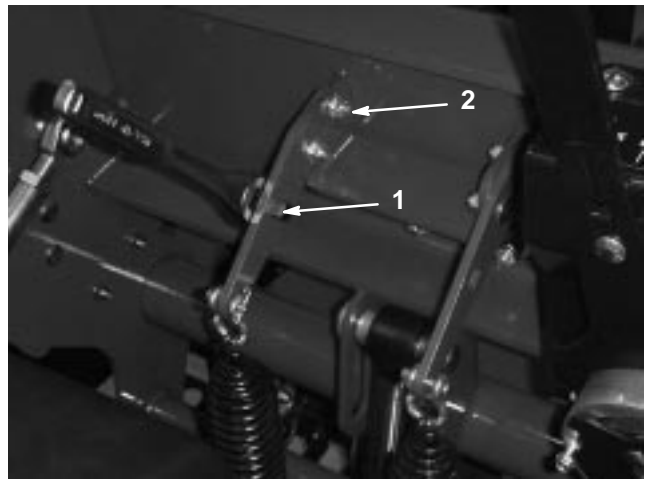

Bild 38
2. Setzen Sie einen 1/2 Zoll Schlüssel oder ein Brecheisen in das rechteckige Loch in der Federplatte ein (Bild 38).